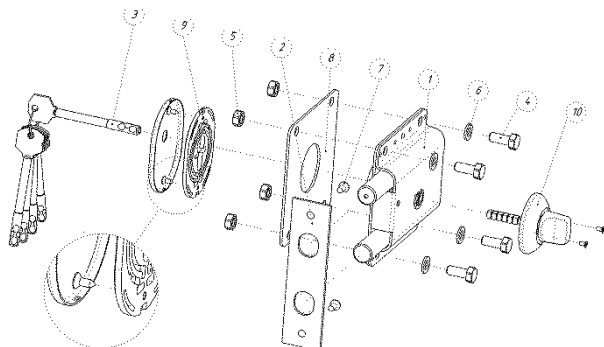

Рис.2
2.1.3. На рис. 2 приведена схема установки замка «Барьер - Каре» во вкладном варианте.